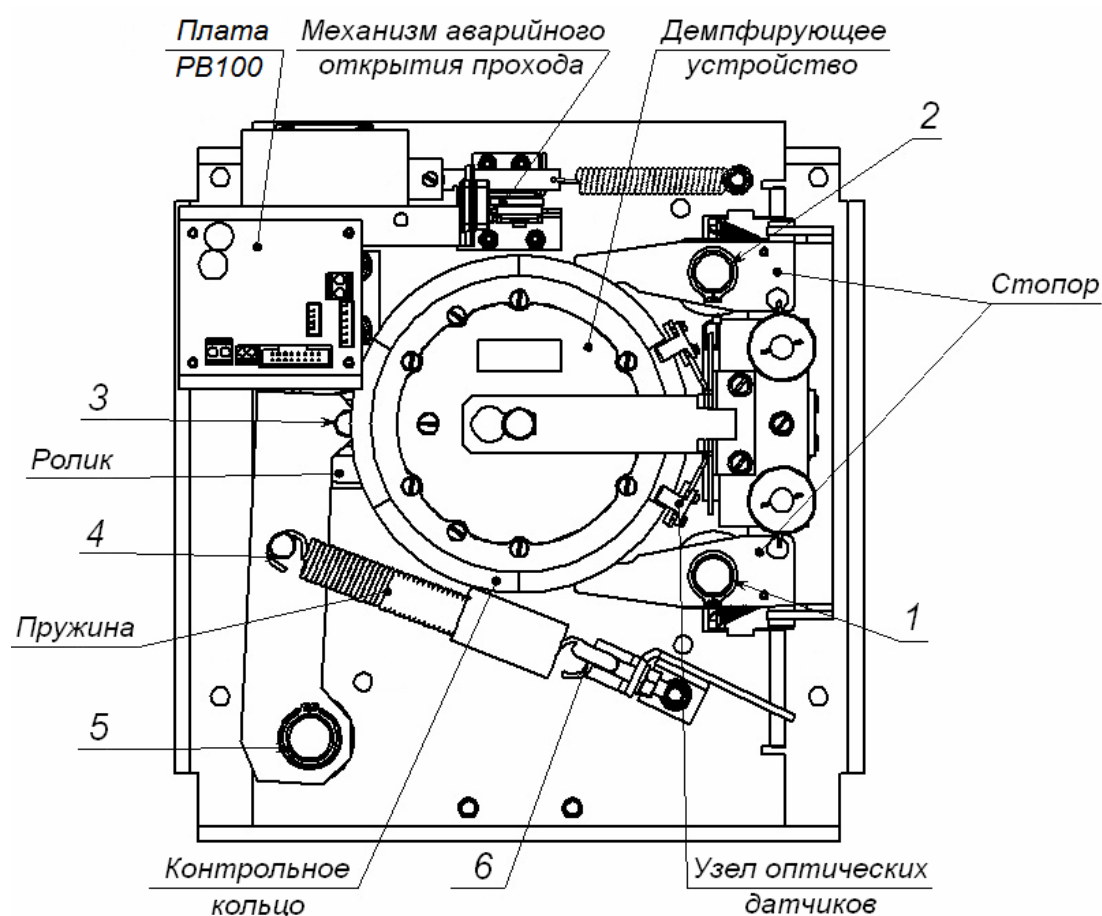

Рисунок 14. Расположение внутренних деталей и узлов стойки ЭП
6. Осмотрите устройство доворота (толкатель, пружины и ролик), оптические датчики угла поворота преграждающих планок и демпфирующее устройство (см. рис. 14).
- смазкой **Chain and Rope Lube Spray - WEICON** оси вращения рычага толкателя (5, рис. 14) ролика и стопоров (1, 2, 3, 5, рис. 14);
- смазкой ШРУС-4 точки крепления пружин доворота (6, 4, рис. 14),
12. Проверьте крепление преграждающих планок (4) в шарнирных узлах маховика и, при необходимости, подтяните крепежные винты.